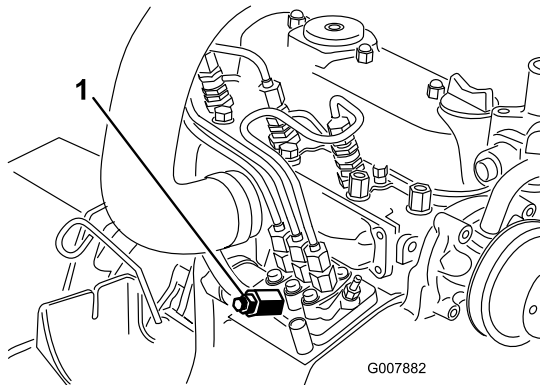

Figura 32
3. Coloque un trapo debajo del tornillo de purga de aire de la bomba de inyección de combustible y abra el tornillo (Figura 32).